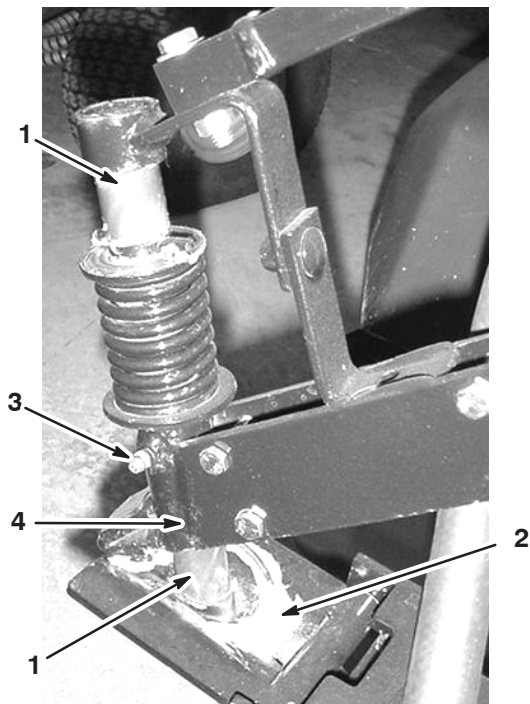

Bild 41
1. Tragen Sie mit der Hand Schmiermittel auf die Stützwelle und innen an der Kugelpfanne der Scharnierplatte auf, wie in Bild 41 dargestellt.
2. Pumpen Sie Schmiermittel in die Nippel unter der Feder, bis Schmiermittel unten am Gelenk austritt (Bild 41).